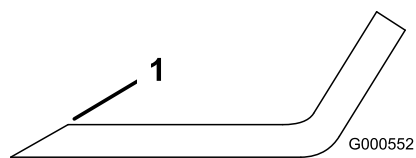

Figure 108
1. Au moyen d'une lime, aiguissez les tranchants aux deux extrémités de la lame (Figure 108).
Remarque: Si la lame est déséquilibrée, limez un peu l'extrémité de l'ailette seulement (Figure 108).